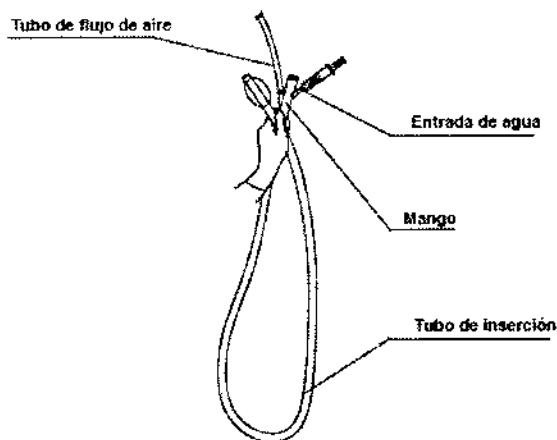

Figura 1
1. Sujete el mango del tubo de protección de un solo uso y el extremo distal del tubo de inserción (consulte la figura 1).
2. Con la jeringa de 30 cm³ (30 ml), inyecte 20 cm³ (20 ml) de agua estéril por la entrada de agua del tubo de protección de un solo uso (consulte la figura 1)